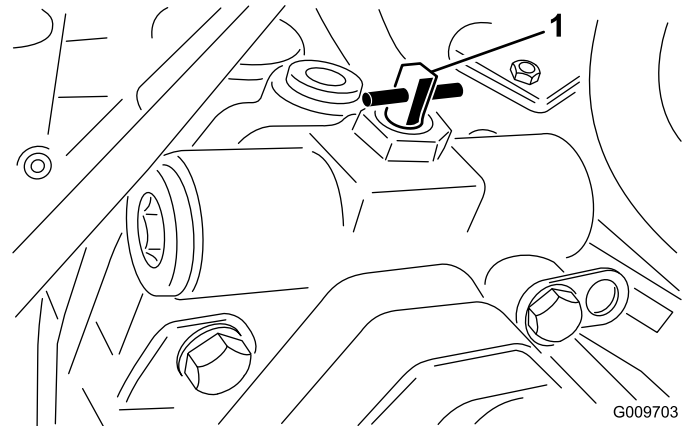

Figure 18
2. Tournez la vanne de dérivation à 90° (1/4 de tour) dans un sens ou dans l'autre pour l'ouvrir et dériver l'huile à l'intérieur de la transmission (Figure 18).